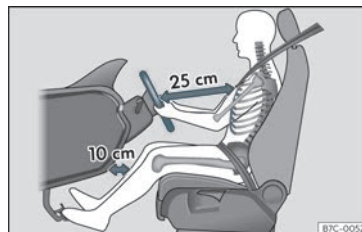

Fig. 2 A separación correcta entre o condutor e o volante debe ser de polo menos 25 cm (10 polgadas).
- Axuste o volante para que estea a unha distancia de polo menos 25 cm (10 polgadas) do esterno >>> **fig. 2** e o poda suxeitar con ámbalas dúas mans polos lados, pola parte exterior, cos brazos lixeiramente flexionados.
- Axuste o asento lonxitudinalmente para que poida pisar completamente os pedais cos xeonllos lixeiramente dobrados e que quede unha distancia entre a zona dos xeonllos e o taboleiro de instrumentos polo menos de 10 cm (4 polgadas) >>> **fig. 2.**